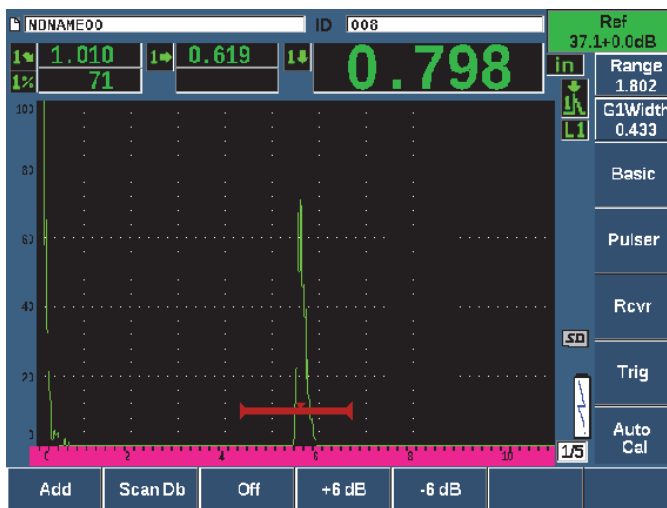

Figura 3-18 Ajuste de la ganancia de referencia
4. Determine la sensibilidad mediante la «Calibración de la sensibilidad» en la página 206 (Vea la Figura 3-18 en la página 93).